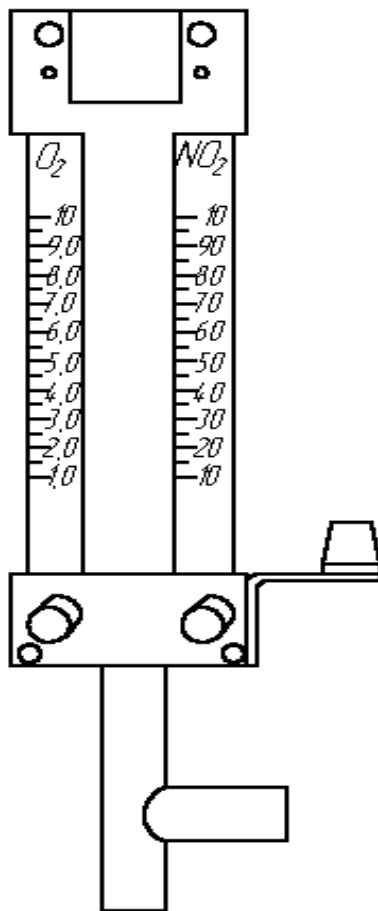

Рис. 12-Блок дозиметров
4.8 Блок дозиметров (рис. 12).